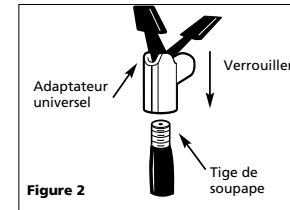

Figure 2
- Fixez l'adaptateur universel (voir la Figure 2) du gonfleur à la tige de la soupape avec le levier en position vers le haut. Assurez-vous de presser entièrement l'adaptateur vers le bas sur les filets de la tige de la soupape. Lorsque l'adaptateur universel est bien en place, pressez sur le levier de verrouillage vers le bas pour verrouiller sur la tige de la soupape.